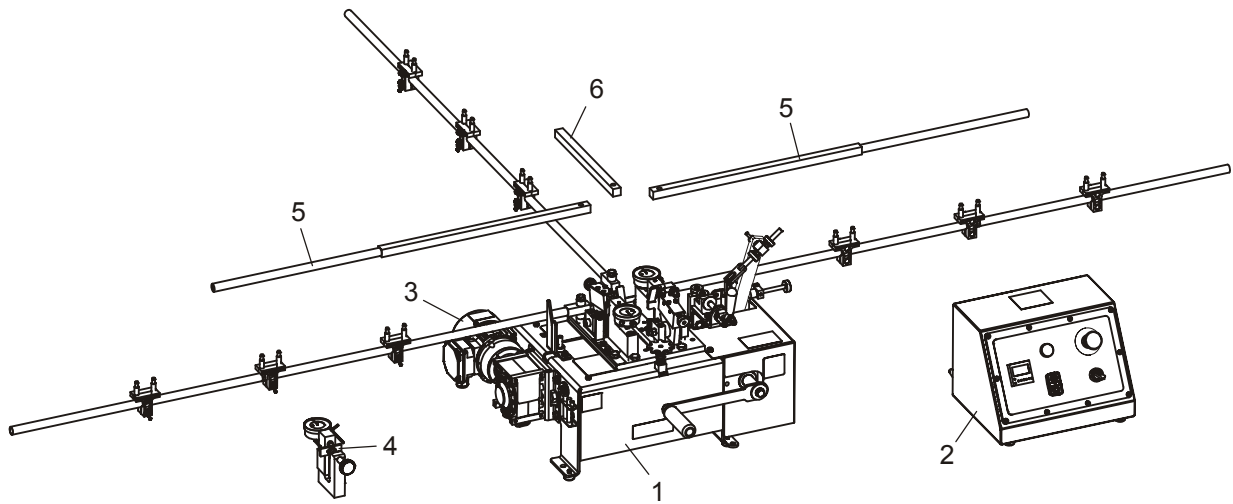

**FIG. 4-4**
**Voir Figure 4-4.** Les boutons d'arrêt d'urgence (E-Stop) et START sont montrés ci-dessous.